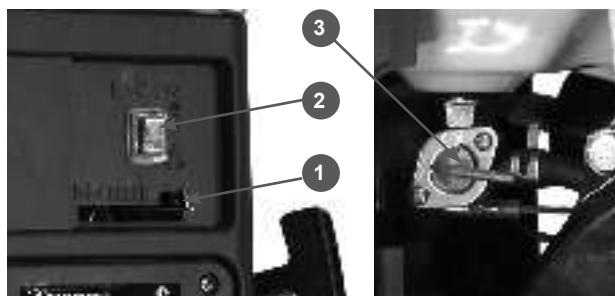

Рис.12
2. Закройте воздушную заслонку (переведите рычаг (1) Рис.12 влево до упора).
3. Выключатель зажигания (2) установите в положение ON (Включено).
4. Откройте топливный кран (3). Для этого переведите рычаг крана в положение ON.